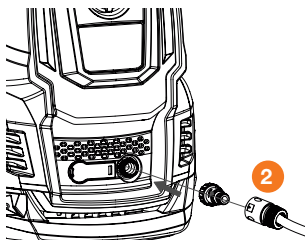
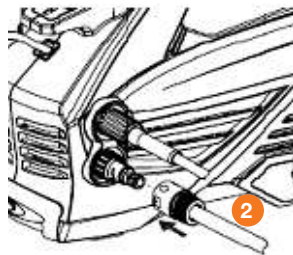

Рис. 15
Рис. 16
4. Удалите транспортировочную заглушку (если она установлена) со штуцера подвода воды и накрутите на него фильтр. Закрепите шланг подачи воды **2** DAW 400 / 450 / 500 / 550 (Рис. 13), **DAW 625 / 650** (Рис. 15), **DAW 700 / 725 / 750 / 775** (Рис. 16) (не входит в комплектацию). Фильтр должен быть всегда установлен на входном штуцере для предотвращения попадания сторонних частиц, которые могут повредить насосную часть мойки.